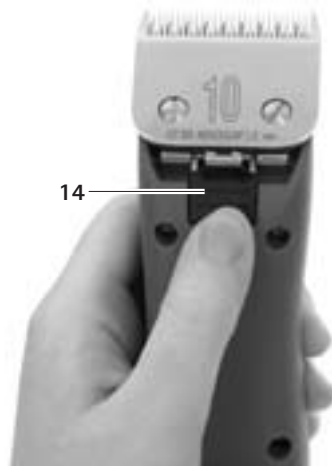

Fig. 3
- Presionar el bloqueo del cabezal de corte **14**, ver Fig. 3.